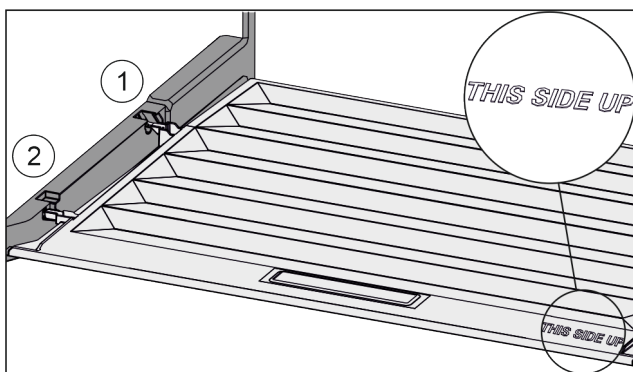

Fig. 68
- ▶ Пъхнете шийките на капака през отвора в задния държач Fig. 68 (1) и фиксирайте отпред в държача Fig. 68 (2).